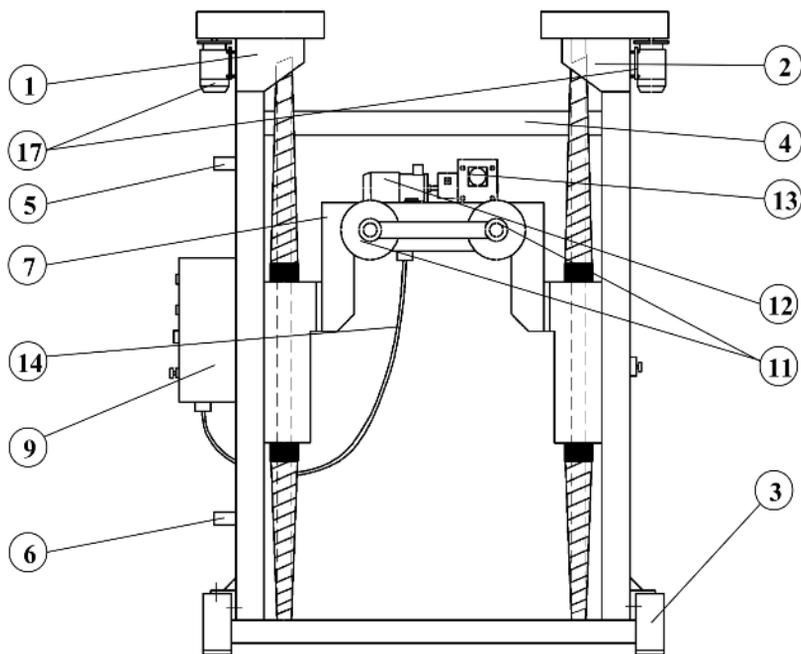

рис. 1 Вид спереди на стойку
5.1.2. На траверсе имеются два опорных ролика 11 для установки шин по внутреннему посадочному диаметру и привод вращения одного из опорных роликов, состоящий из электродвигателя 12 (см. рис. 1), червячного редуктора 13 и цепной передачи, которая соединяет выходной вал редуктора с одним из опорных роликов. Электрооборудование траверсы подсоединено к силовому шкафу при помощи гибкого кабеля 14.